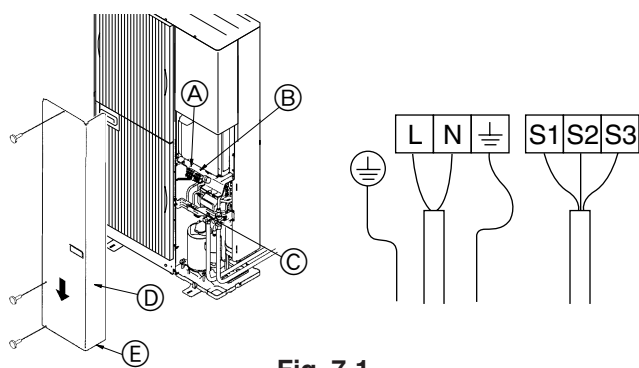

Fig. 7-1
7.1. Utomhusenhet (Fig. 7-1)
- ① Ta bort servicepanelen.
- ② Anslut kablar enligt Fig. 7-1.